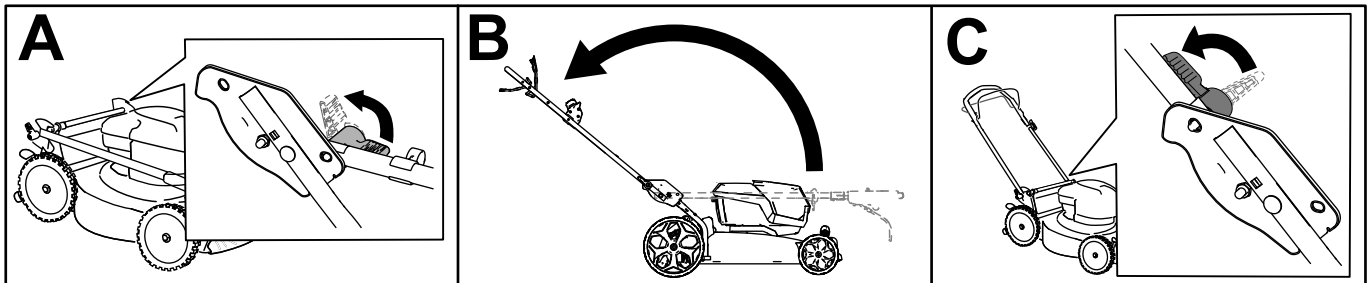

Figure 5
1. Débloquez les verrous du guidon (A de la Figure 5).
2. Ramenez le guidon en arrière en position d'utilisation (B de la Figure 5).
4. Engagez le verrou du guidon jusqu'à ce que la goupille s'enclenche en place et bloque le guidon à la position d'utilisation (C de la Figure 5).